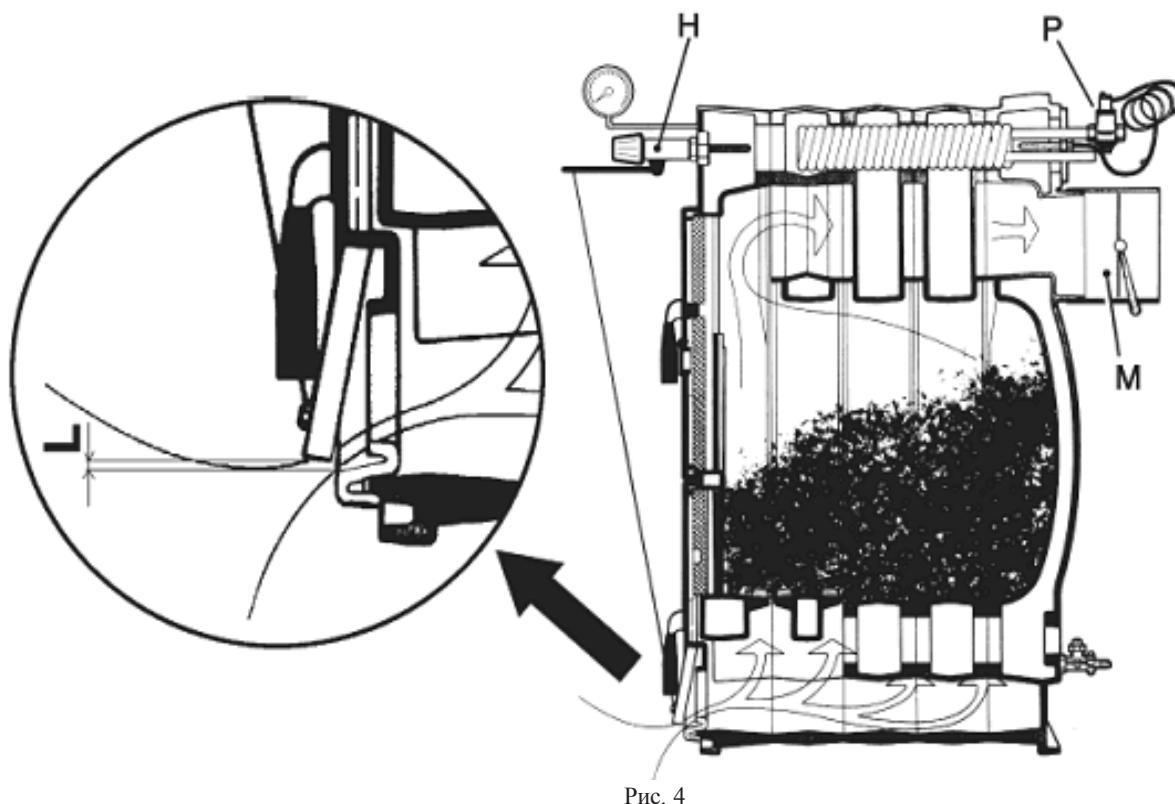

Рис. 4
6. Отрегулировать винты фиксации крышки воздухозабора таким образом, чтобы при зафиксированной крышке в любом случае оставался бы зазор для воздуха максимальным размером около 1-2 мм. При холодном кotle установить термостат регулировки на 60°. Вставить цепочку в соответствующее гнездо на крышке воздухозабора, отрегулировать длину цепочки таким образом, чтобы оставался зазор для воздуха "L" (Рис. 4) размером около 15 мм при использовании угля и 2 мм при использовании дров.
1. Снять цепочку и раму терmostата регулировки "H" (см. Рис. 4).